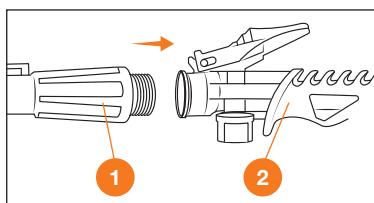

Рис. 5
5. Присоедините телескопическую штангу ① к рукоятке управления ② и вкрутите её по часовой стрелке (Рис. 5).